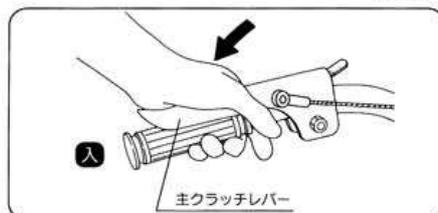

図38
- ④ 主クラッチレバー [入] 位置にしてベルトが確実に張れているか確認してください。(図38)